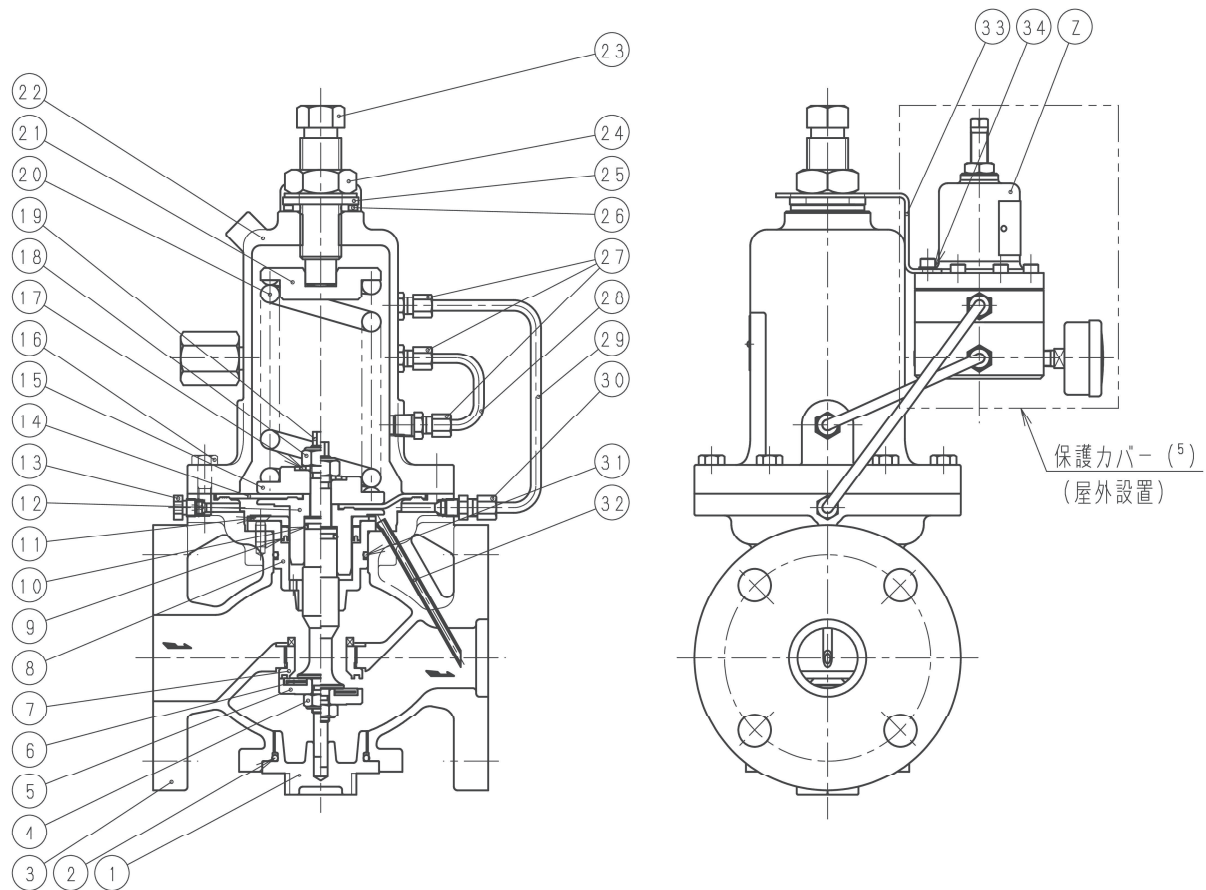
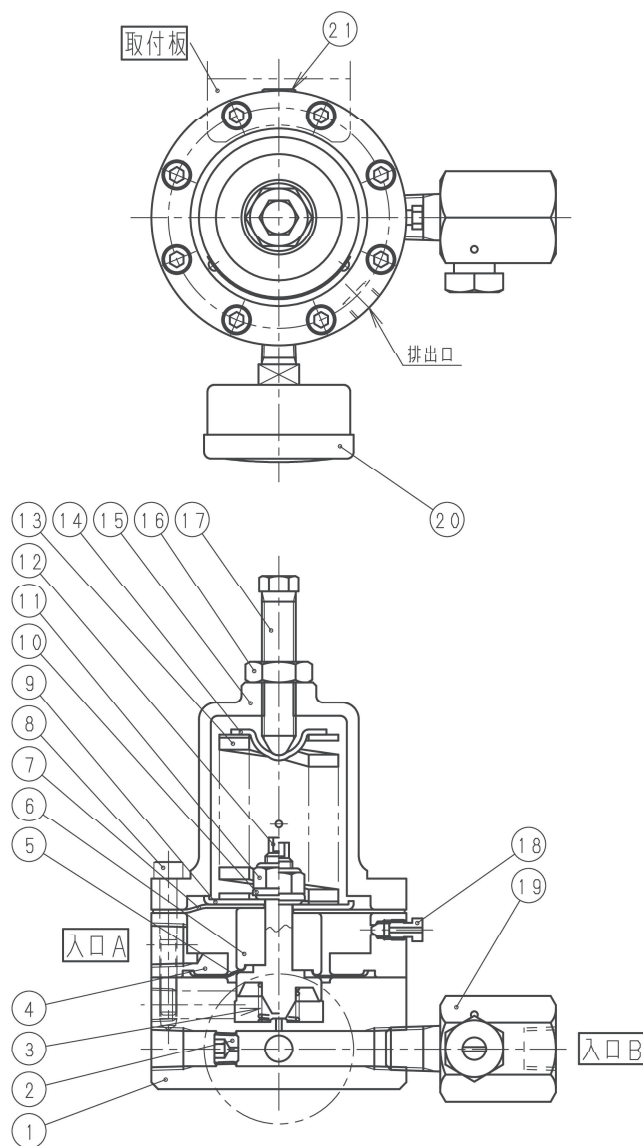

図4 構造例(呼び径 50)
図5 PCの構造(図4②詳細)
内部検出方式の場合の構造例を図4及び図5に示します。主要各部の名称は表1及び表2を参照してください。なお、主弁の構造は呼び径や弁箱材料などにより異なります。
注(4) 詳細は図5及び表2を参照してください。
- (3-2) 本弁を配管に取り付ける際には、流体の流れ方向と弁箱③(図 4 参照)の casting 矢印の方向を必ず一致させてください。逆向きに取り付けて流体圧力を加えた場合、内部部品が変形・破損する危険性があります。
- (3-3) 本弁に過大な配管応力が加わらないよう配管の支持や固定をしっかり行ってください。弁箱③に過大な応力が加わった場合、作動不良や弁漏れを引き起こすだけでなく、弁箱③が破損して外部に流体が流出する危険性があります。
- (3-4) 本弁を屋外に設置する場合は PC をカバー等で覆うなど、雨水等の流入を防止する措置を講じてください(図 4 参照)。その際、排出口は絶対に閉塞しないでください。
- (1) 操作用空気配管を絞り弁 Z-⑩(図 5 参照)の入口 B に接続してください。絞り弁 Z-⑩の入口側には圧力計を設置してください。
- (2) 二次側圧力(P2)を外部検出する場合は、制御流体を中間筒 Z-④の入口 A に接続してください。
- (3) 保守・点検及び圧力調整の観点から、主弁と同様に正立(調節ねじ Z-⑩が上向き)での設置を推奨します。
- (4) 作動時に排出口から操作用空気が排出されますので、この排出口は絶対に閉塞しないでください。また、本弁は接続管を除き、保温材等で覆わないことを推奨します。